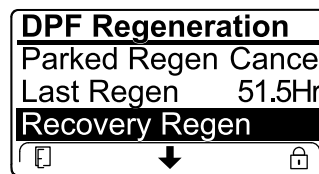

Figure 77
- Si le calculateur moteur n'a pas demandé de régénération d'urgence et que vous naviguez jusqu'à l'option RECOVERY REGEN (régén. d'urgence), la régénération d'urgence se bloque et l'icône de blocage (Figure 77) apparaît en bas à droite de l'InfoCenter.